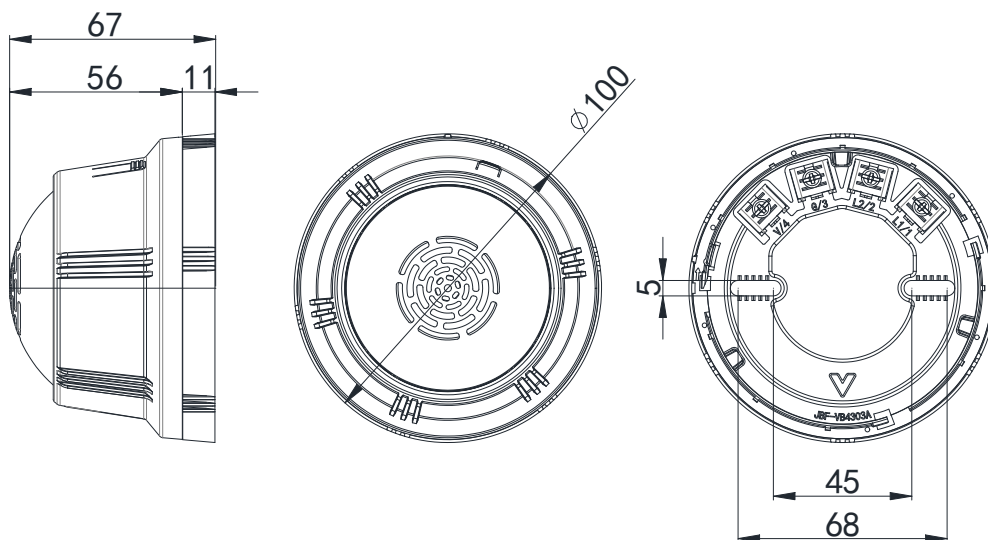

图 1 外形及安装尺寸图（单位 mm）
- 布线施工后，将火灾声光报警器底座固定在墙上（使用 M4 螺钉），安装孔距为 45mm~68mm，外形及安装尺寸如图 1 所示。